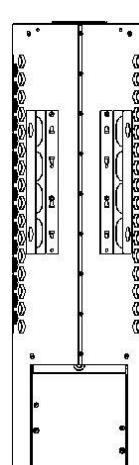

Bild 6
- Kontrollera i Tabell 2 på sidan 6 att säkringens storlek (A) och strömkabelns diameter (mm^2) passar aggregatet.
- Om du vill installera ditt Piccolo-aggregat i ett hörn ska du ta loss väggfästena från aggregatet, vrida dem 180 grader och sedan återmontera dem. Se bild 6 på sidan 5.